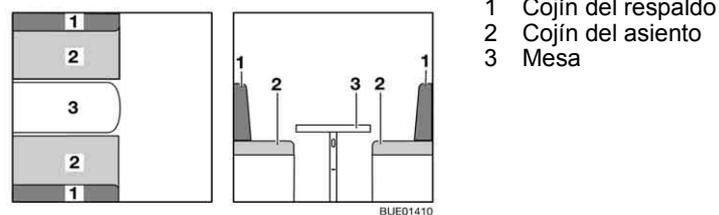

Fig. 98 Antes de la transformación
- Transformar la mesa (Fig. 98,3) en base de cama (véase apartado 6.11).
- Quitar los cojines del respaldo (Fig. 98,1) y depositar uno de los mismos en la mesa.